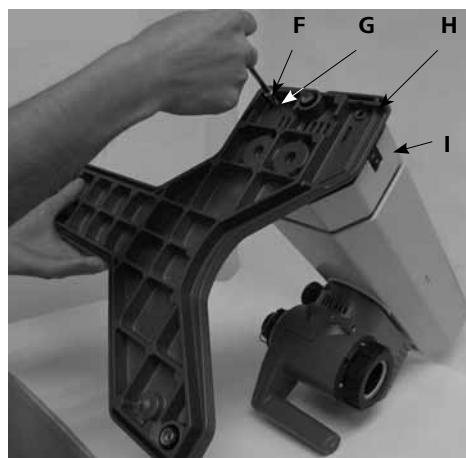

Fig. 7
1.) リフトへの土台の取り付け (Fig.7)
- 開梱後、円筒形ねじM6x25(F) 4 個と鋸歯状座金M6(G)を付け、ベース (H) をリフト (I) に取り付けます。(Fig.7)